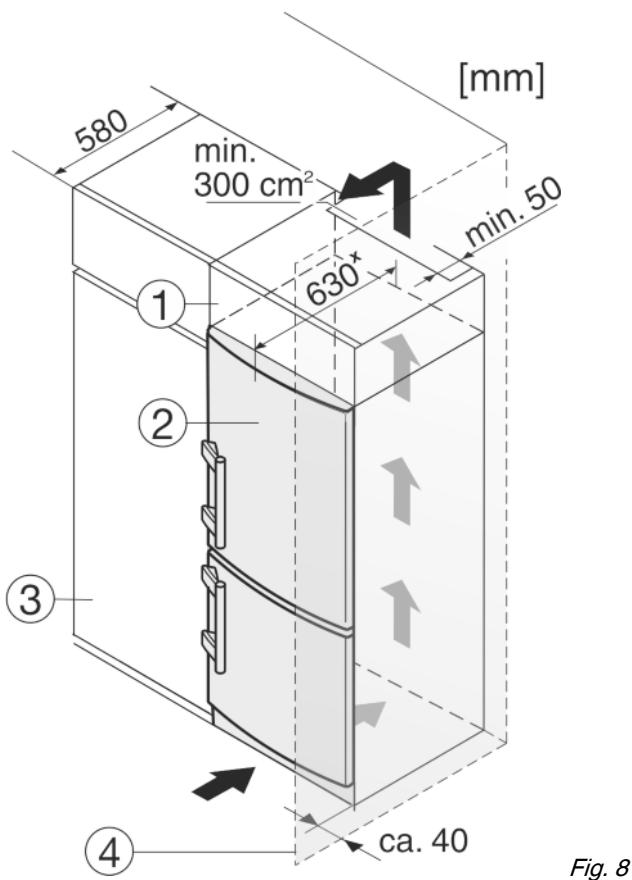

Fig. 8
Устройство может быть окружено предметами кухонной обстановки. Чтобы уравнять устройство Fig. 8 (2) по высоте с кухонной стенкой, можно установить над устройством соответствующий дополнительный шкафчик Fig. 8 (1).
При комбинировании с кухонными шкафами (глубина макс. 580 мм) устройство можно установить непосредственно рядом с кухонным шкафом Fig. 8 (3). Устройство выступает сбоку на 34 мм^x и по центру на 50 мм^x относительно передней стенки кухонного шкафа.
Если устройство установлено на шарнирах у стены Fig. 8 (4), то расстояние между устройством и стеной должно быть не менее 40 мм. Настолько выступает ручка при открытой дверце.